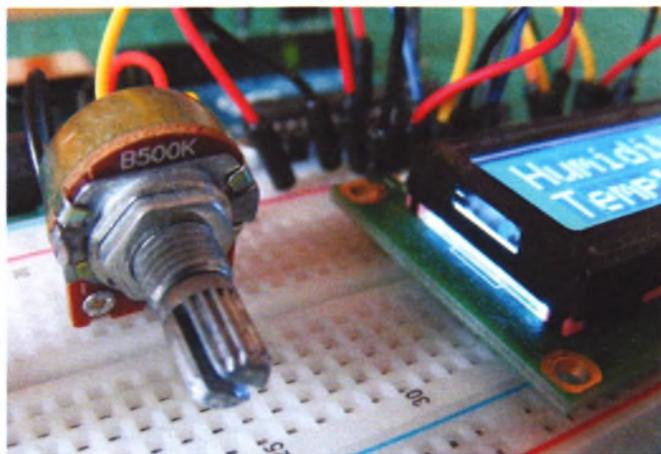

РИСУНОК 13.3
3. Установите потенциометр на макетную плату, как показано на рис. 13.3, и подключите его центральный контакт к контакту 3 ЖК-дисплея. Подключите один внешний контакт потенциометра к шине питания 5 В, а другой — к шине заземления.